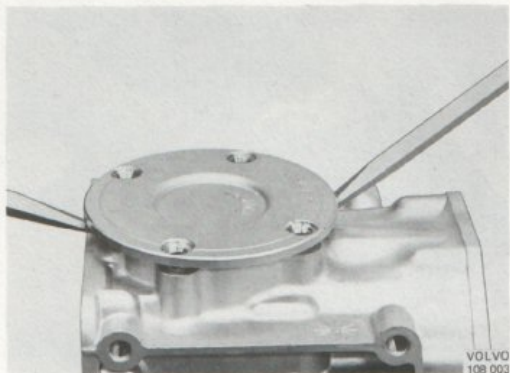

Bild 60. Demontering av bakre lagerhus
2. Skruva ur de fyra skruvarna för bakre lagerhuset samt demontera lagerhuset genom att bända med två mejslar enligt bild 60. Bänd på så sätt att lagerhuset lossar parallellt med vevhuset.